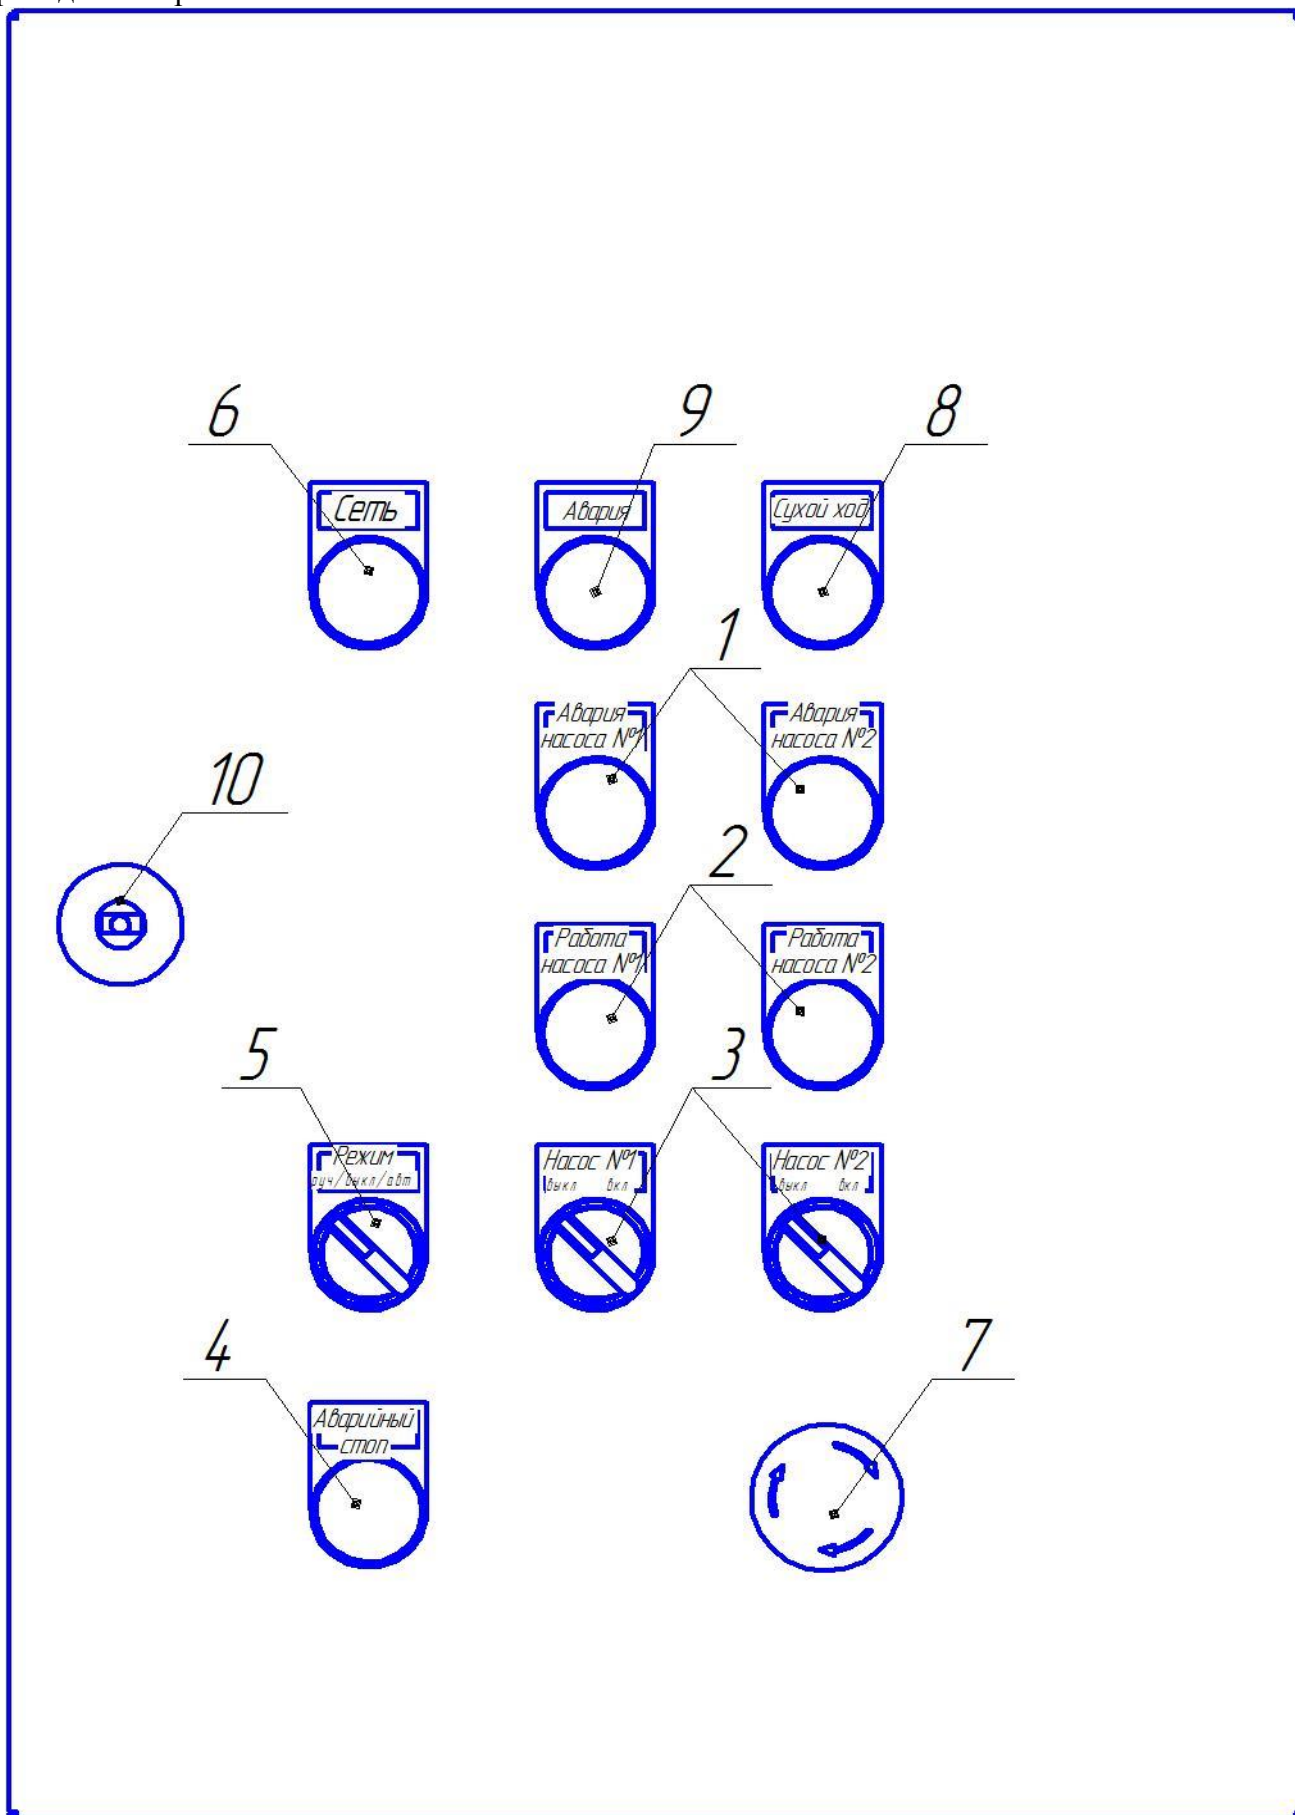

Рис. 2 Органы управления и индикации пульта управления
3.2 Органы управления и индикации на передней панели пульта управления приведены на рис. 2
3.3 Назначение органов управления и индикации передней панели пульта, указанных на рис.2, приведены в таблице 3.
- Установите переключатели насосов «Выкл./Вкл.» (рис.2 поз.3), в положение «Выкл.».
- Установите переключатель «Режим Ручн./Выкл./Автом.» (рис.2 поз. 5) в положение «Выкл.».
- Включите переключатель электропитания станции (рис.2 поз .9) в положение «Вкл.», загорится светодиод «Сеть» (рис.2 поз. 6).
- Проверьте правильность вращения рабочих колес насосов. Переведите переключатель «Режим Ручн./Выкл./Автом.» (рис.2 поз. 5) в положение «Ручн.».
- Запустите насос на 2-3 секунды включением одного из переключателей насосов «Выкл./Вкл.» (рис.2 поз. 3) в положение «Вкл.», и внимательно наблюдая за вращением крыльчатки охлаждения электродвигателя, определить направление вращения рабочего колеса. Рабочее колесо должно вращаться по направлению стрелки, изображенной на корпусе насоса. Аналогично проверьте направление вращения рабочего колеса остальных насосов.
- включить переключатель электропитания станции (рис.2 поз .9) в положение «Вкл.», при этом должен загореться светодиод «Сеть» (рис.2 .поз. 6).
- установить переключатели насосов (основные №1, №2,, в положение «Вкл.»).(рис.2 поз.3)
- включить переключатель электропитания станции (рис.2 поз .9) в положение «Вкл.», при этом должен загореться светодиод «Сеть» (рис.2 поз. 6)..
- установить переключатели насосов в положение «Вкл.»(рис.2 поз.3).
- установить переключатели насосов, которые не будут находиться в работе «Выкл./Вкл.» (рис.2 поз. 3), в положение «Выкл.».
- переключатель «Режим Ручн./Выкл./Автом.» (рис.2 поз. 5) установить в положение «Автом..».
5.5 При возникновении нештатной ситуации для одновременной остановки всех насосных агрегатов нажать кнопку аварийной остановки (рис.2 поз.7). В нажатом положении кнопка фиксируется и загорается индикатор «Аварийный стоп» (рис.2 поз.4)
ВНИМАНИЕ! Снятие фиксации кнопки аварийной остановки необходимо производить только после выключения электропитания насосной станции или установкой переключателя «Режим Ручн./Выкл./Автом.» в положение «Выкл.»(рис.2 поз.5)
5.6 Свечение индикатора «Авария насоса» (рис.2 поз.1) говорит, что электродвигатель данного насоса выведен из работы автоматическим выключателем от перегрузки по току.